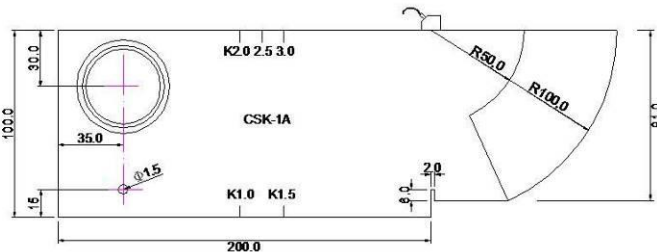
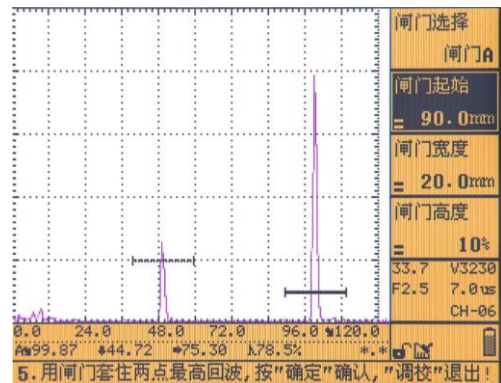

图 3.9
图 3.10
(5) 通过【向下】、旋轮和【确认】键设置大概的“材料声速”值、“探头零偏”值，设置“一点声程”=50mm，“二点声程”=100mm。设置完“二点声程”后，按【确认】键。将探头耦合到 CSK-IA 的标定试块上，如图 3.9 所示。屏幕上出现 R50 和 R100 回波，如图 3.10 所示。